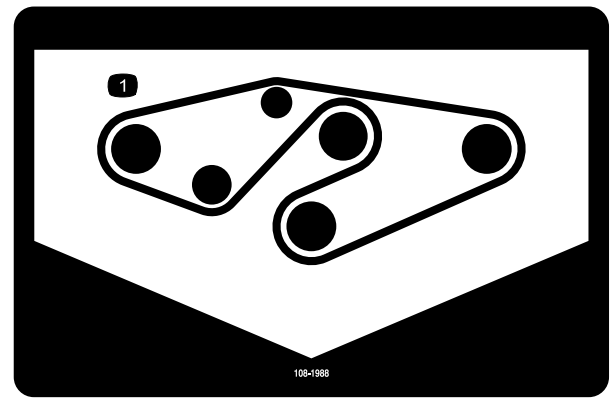

Figure 37
4. Acheminez la courroie neuve autour des poulies d'axe et de l'ensemble poulie de tension, comme indiqué à la Figure 37.